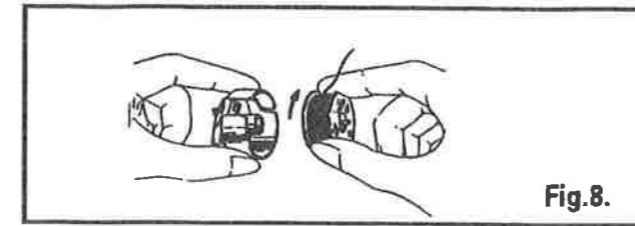

Fig.8.
1. Halten Sie die Spulenkapsel so, daß sich der Faden in der in Fig. 8 veranschaulichten Richtung abwickelt und setzen Sie die Spule in die Spulenkapsel ein.
1. Hold bobbin case so that thread unwinds in the direction shown in Fig.8, and put bobbin in bobbin case.
- 1- Tenir la canette de manière à ce que le fil se dévide dans la direction indiquée sur la figure 8 et placer la canette dans son boîtier.
1. Detenga la caja bobina para que el hilo se devane en la dirección indicada en la Fig. 8, y póngala bobina en la caja bobina.
1. Tenete la scatola bobina in modo che il filo si svolga nella direzione mostrata in Fig. 8, e mettete la bobina nella scatola bobina.
1. Segure a caixa da bobina de modo a que a linha enrola na direcção que mostra a Fig. 8 e coloque a bobina da sua caixa.